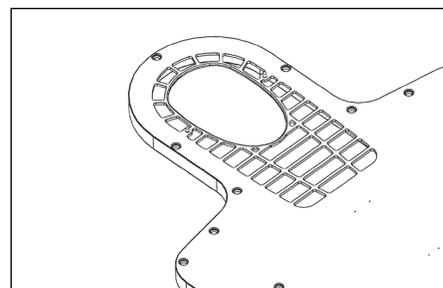

Abb. 3
3. Vergewissern Sie sich vor der Anwendung, dass die Zapfen fest sitzen (Abb. 3).